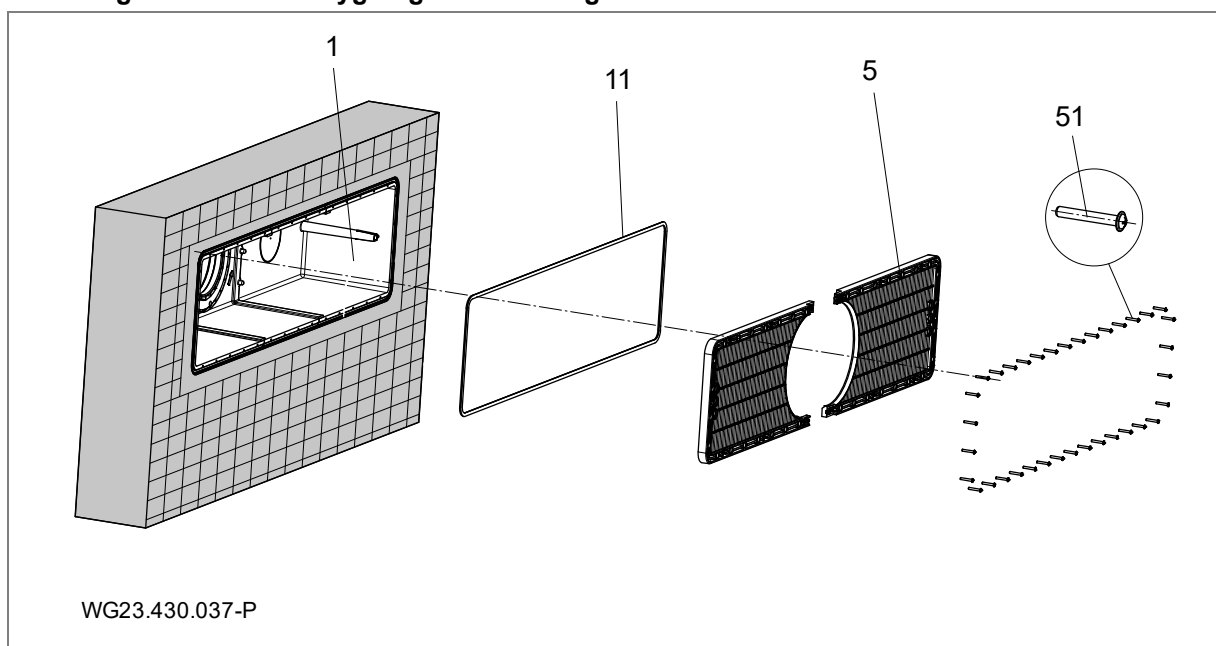

Fig. 8
Det anbefales at oprette en omløbende ring af epoxidharpiks/kvartssand på ydersiden af huset (1), der vender mod bassinet, for at tætte det mod betonvæggen. Se "Fig. 8" på side 17.